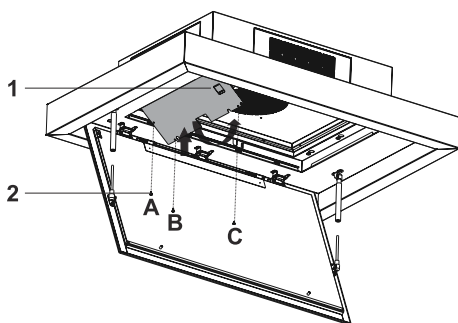

Abb. 15
- 5.** Montieren Sie das Elektronikbox-Deckelblech an den Punkten A,B,C (Abb. 15).